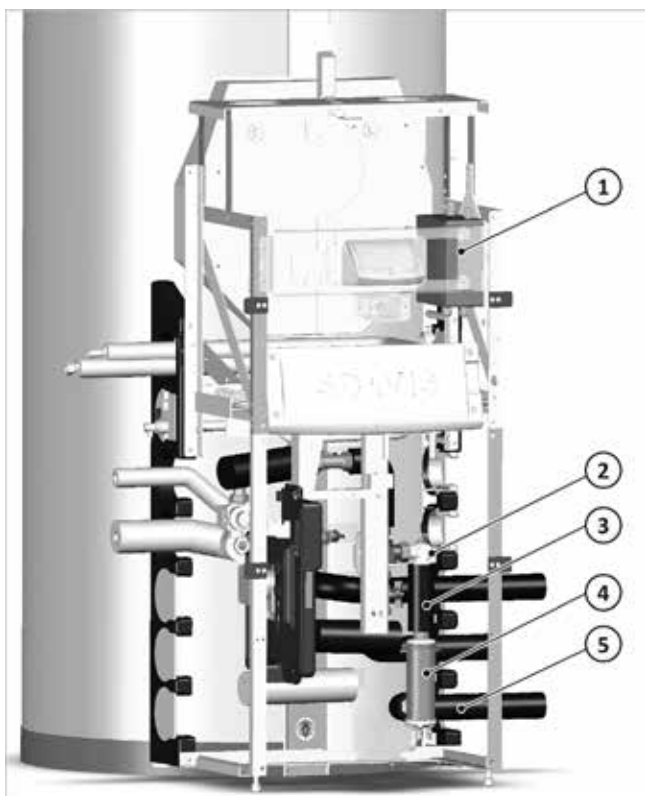

Abb. 9: Lage der Komponenten im Lademodul
→ Abb. 9 zeigt die Lage von Anschlussbox (1) und Heizpatrone (4) im Lademodul. Die Anschlussrohre für Wärmepumpe- und Heizung-Vorlauf können sowohl nach rechts als auch nach links durch die seitliche Rohrdurchführung verlegt werden.
1. die Anschlussbox oben ans Lademodul schrauben, siehe → Abb. 9 (1).